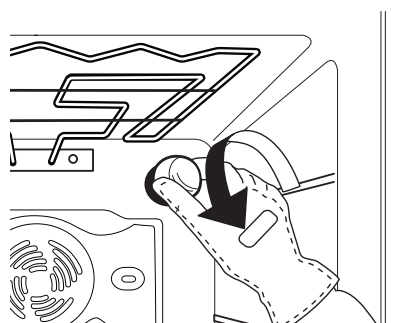

Fig. 5
2. Dévissez le capot de l'ampoule (Fig. 5), remplacez l'ampoule brûlée par une ampoule neuve (voir Remarque pour connaître le type), puis revissez le capot de l'ampoule.